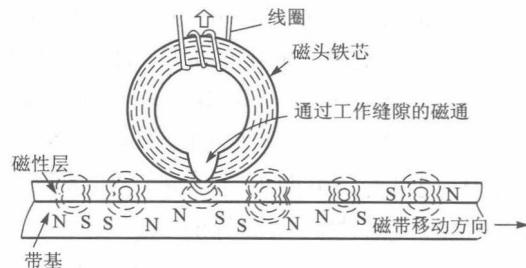

图 1-3 磁性重放原理
② 磁性重放。磁带上储存信号的重放是信号记录的逆过程。即磁电转换过程。磁性重放原理如图 1-3 所示。